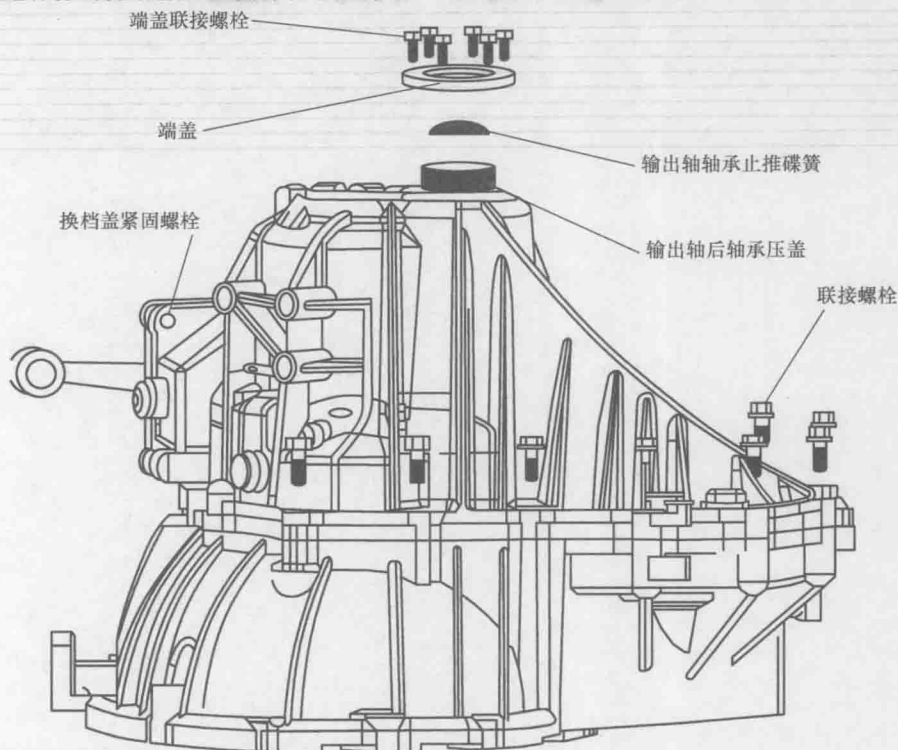

图 1-1 拆下变速器壳体
1) 首先松开端盖联接螺栓,取出端盖和输出轴轴承止推碟簧,然后用端面带有四个圆柱凸起的专用扳手,放入输出轴后轴承压盖的四个孔中将其旋出。松开换档盖紧固螺栓,取出换档盖总成。将变速器联接螺栓松开,取下变速器壳体,如图 1-1 所示。